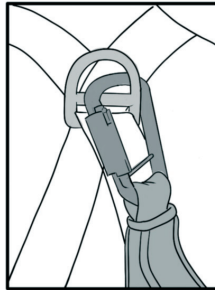

fig.2
2. Antes de realizar cualquier trabajo en altura, compruebe que el conector del usuario esté fijado al arnés y cuando sea necesario, la rosca bien apretada (fig.2).